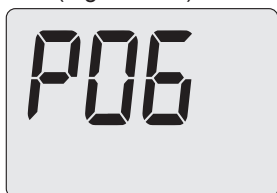

Figura 7.10
- Scorrere i vari parametri utilizzando i tasti 12 o 13 fino a far apparire sul display LCD codice **P06**, indicante l'entrata nel "parametro P06" (Figura 7.10).